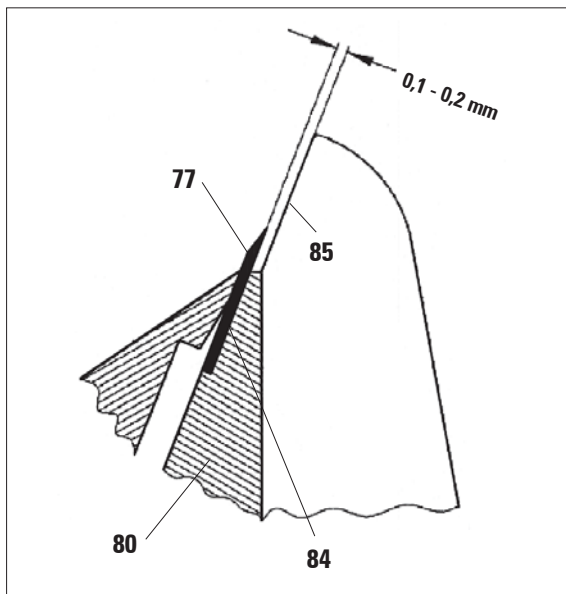

Fig. 30
- Fell knivdekselet (5) ned.
- Drei bladets klemhåndtak (89) nedover.
- Trekk ut klemhåndtaket (89) sideveis.
- Fjern trykkplaten (86).
- Under montering, kontroller at den øvre kanten på trykkplaten (86) er parallell med og i samme høyde som den øvre kanten på den bakre trykkplaten (80) (se Fig. 30, side 31).